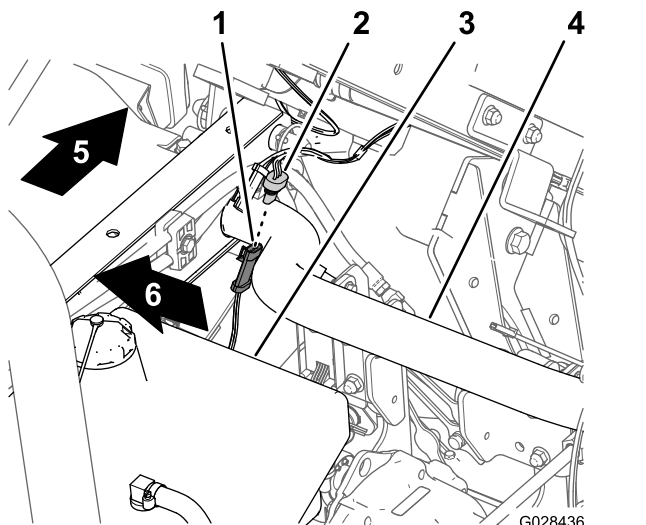

Рисунок 17
- На жгуте проводов опрыскивателя найдите 3-гнездовой разъем для цепи датчика скорости (Рисунок 17).
- Вставьте 3-штыревой разъем жгута проводов машины, используемый для датчика скорости, в 3-гнездовой разъем жгута проводов опрыскивателя, используемый для датчика скорости (Рисунок 17).